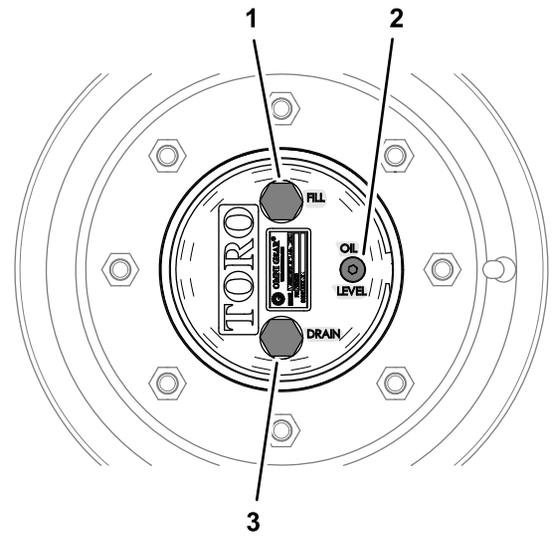

Bild 91
1. Bild 91 Stellen Sie die Maschine auf einer ebenen Fläche und positionieren Sie das Rad so, dass sich die Füllschraube auf der höchsten (12-Uhr-Stellung) und die Ablassschraube auf der niedrigsten Position (6-Uhr-Stellung) befindet.
1. Stellen Sie die Maschine auf einer ebenen Fläche und positionieren Sie das Rad so, dass sich die Füllschraube auf der höchsten (12 Uhr-Stellung) und die Ablassschraube auf der niedrigsten Position (6 Uhr-Stellung) befindet, siehe **Bild 91** in **Prüfen des Ölstands im Planetengetriebe** (Seite 75).